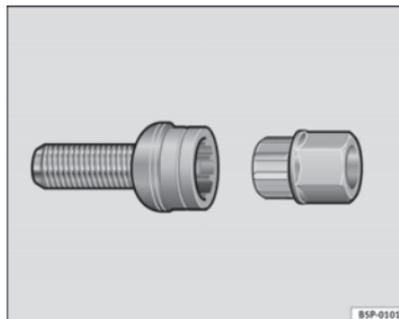

Fig. 151 Tornillo antirrobo de la rueda
- Coloque el adaptador hasta el tope en el tornillo antirrobo de la rueda ⇒ fig. 151.